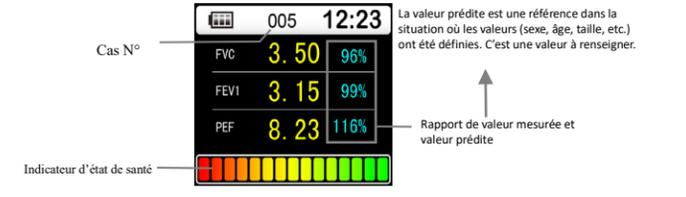

Figure 4 Interface des paramètres principaux
- (2) Dans l'interface (Testing) (Test), inspirez à fond, scellez les lèvres autour de l'embout buccal et expulsez tout l'air avec autant de force que possible en un minimum de temps, attendez quelques secondes, le dispositif entrera dans l'interface (Main parameter) (Paramètre principal) comme indiqué à la Fig.4.
- a. Interface du paramètre principal :** affiche le rapport entre la valeur prédite et la valeur mesurée de trois paramètres principaux. **Le ratio reflète l'état de santé, les paramètres corrects des informations personnelles sont la clé pour obtenir le taux d'exactitude.** Cette interface peut également afficher l'état de la batterie, l'heure, le numéro de cas et l'indicateur d'état de santé, comme le montre la Fig. 4.